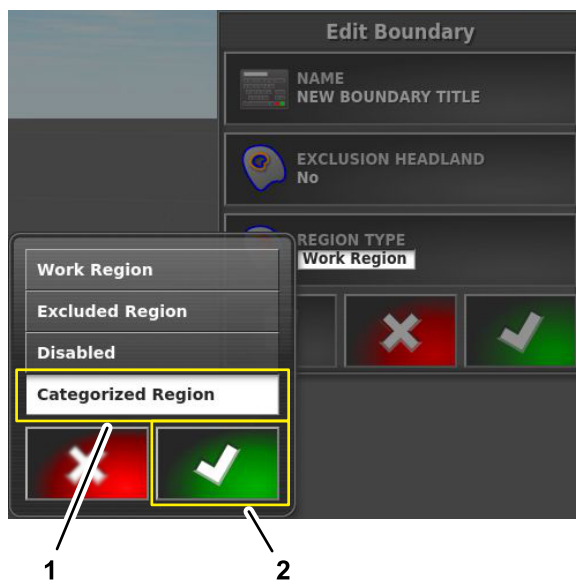

Bild 64
2. Klicken Sie im Dialogfenster Regionentyp auf das Symbol KATEGORISIERTE REGION und anschließend auf das Bestätigen-Symbol (Bild 64).